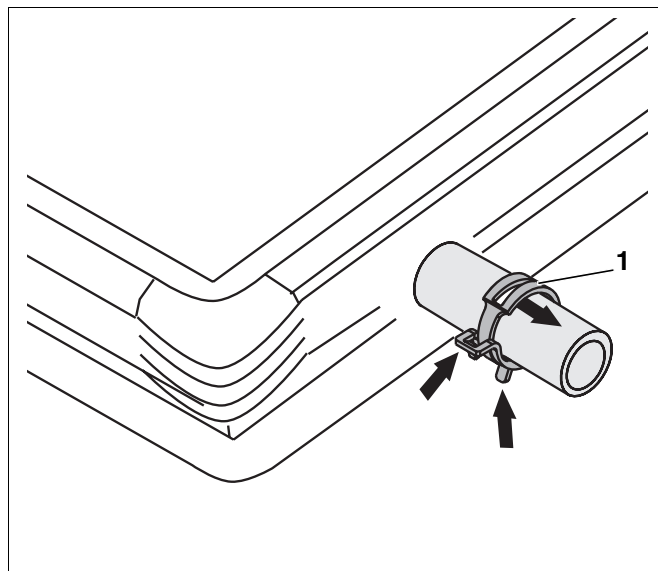

Abb. 1 Demontage – Federbandschellen
- Federbandschellen (Abb. 1, **Pos. 1**) durch Zusammendrücken der beiden Laschen (siehe Pfeile in Abb. 1) lösen und entfernen.